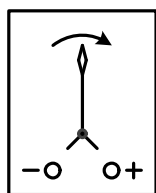

Рис. 15
1. Перед тим, як приступити до виконання демонстрації явища електромагнітної індукції, слід визначити, в яку сторону буде відхилитись стрілка гальванометра, якщо його лівий затискач приєднати до негативного полюса джерела струму, а правий – до позитивного. Для цього з'єднайте провідником негативний полюс джерела струму з лівим затискачем гальванометра, візьміться рукою за позитивний полюс джерела струму а другою рукою доторкніться до правого затискача гальванометра. Опір тіла людини має значення близько 100 – 200 кОм, тому через гальванометр піде невеликий струм. Результат зарисуйте в зошиті, наприклад, так, як показано на рис. 15. Це допоможе визначити напрям індукційного струму в наступних дослідах.